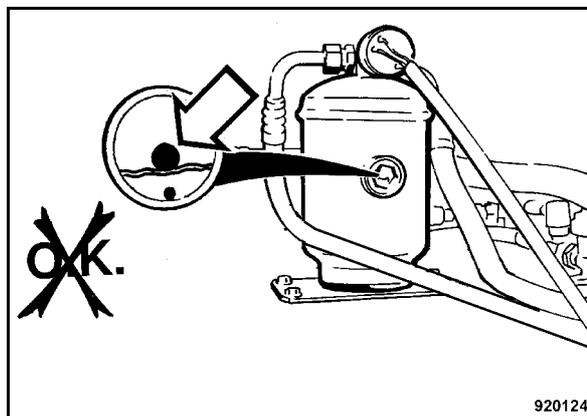

Рис. 152
- Если белый поплавковый шарик (Рис. 152) в указателе уровня блока осушителя / паросборника плавает внизу, уведомить сервисную службу.